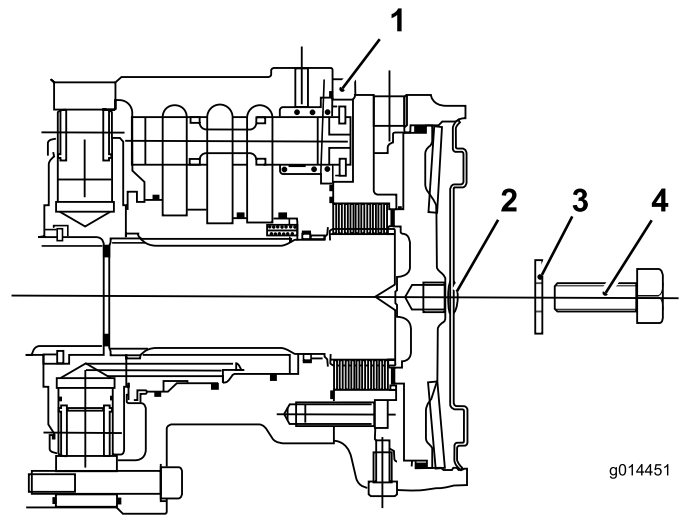

Bild 37
- Entfernen Sie die Schraube (12 x 40 mm) und Unterlegscheibe (12 mm) aus dem Loch in der Mitte der Motorendplatte (Bild 37).